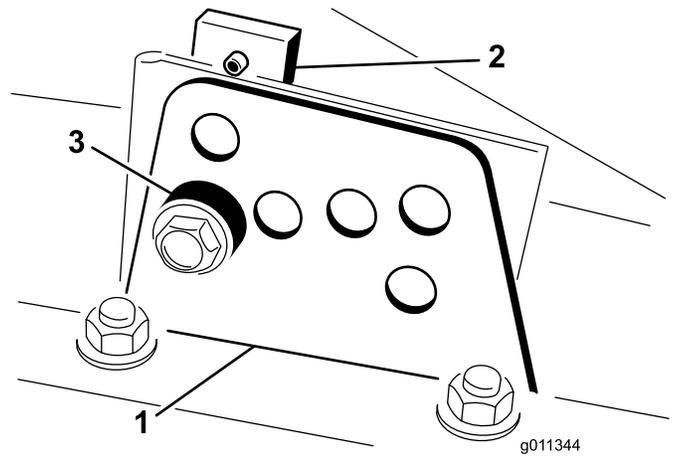

Рисунок 24
2. Ослабьте болт, который крепит каждый кронштейн высоты скашивания к пластине регулировки высоты скашивания (с передней и боковых сторон), как показано на Рисунок 24.
4. Удерживая камеру, снимите проставку (Рисунок 24).